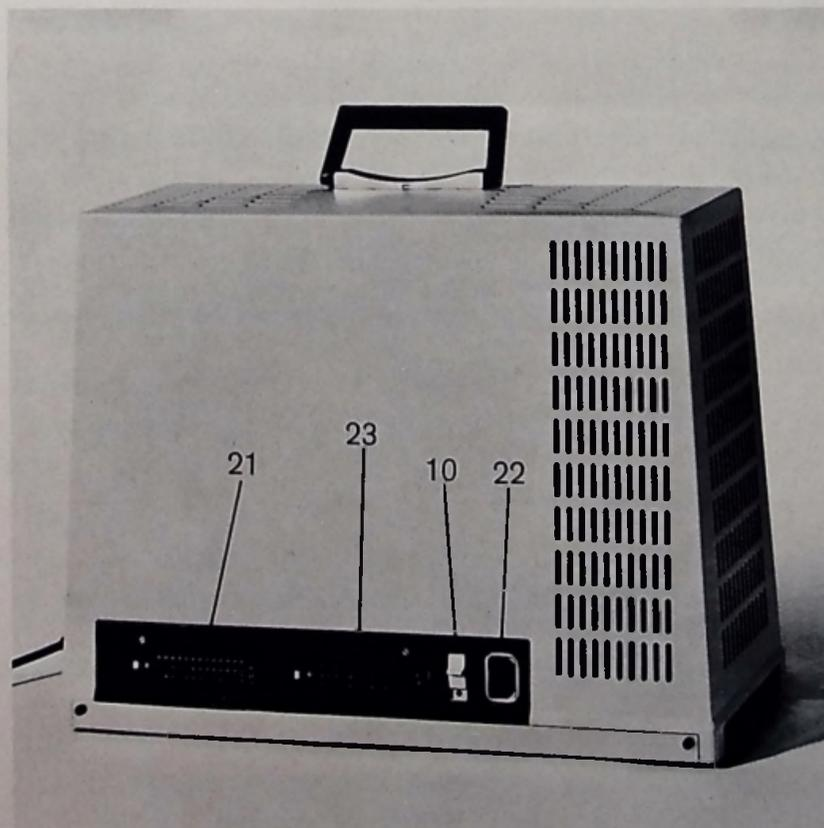

Abb. 6
2.4.1 EIN/AUS-geschaltet werden das Schreibwerk und die Elektronik gemeinsam mit dem an der Elektronik angeordneten Schiebeschalter (10) (siehe Abb. 6).
Angeschlossen sind die Einheiten, wenn die Steckverbindungen, wie in Abb. 6 ersichtlich, hergestellt sind und der Netzstecker mit dem Wechselstromnetz verbunden ist.
- Maschine einschalten, Schiebeschalter (10) Abb. 6 an der Elektronik betätigen. (Der Einschaltzustand ist am Schiebeschalter durch einen in dieser Schaltstellung sichtbaren roten Markierungspunkt definiert).
Bei irgendwelchen Eingriffen am Schreibwerk, z.B. Farbbandwechsel, Reinigen usw., muß die TA 10/1 mit dem Hauptschalter (10) Abb. 6 ausgeschaltet und außerdem der Netzstecker gezogen werden.